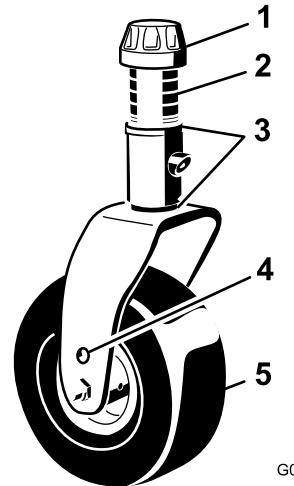

図 14
11. ステッカーに表示されている刈り高になるよう、3 mmのシムで調整する(図 14) ; 「カッティングユニットのピッチの調整」を参照。